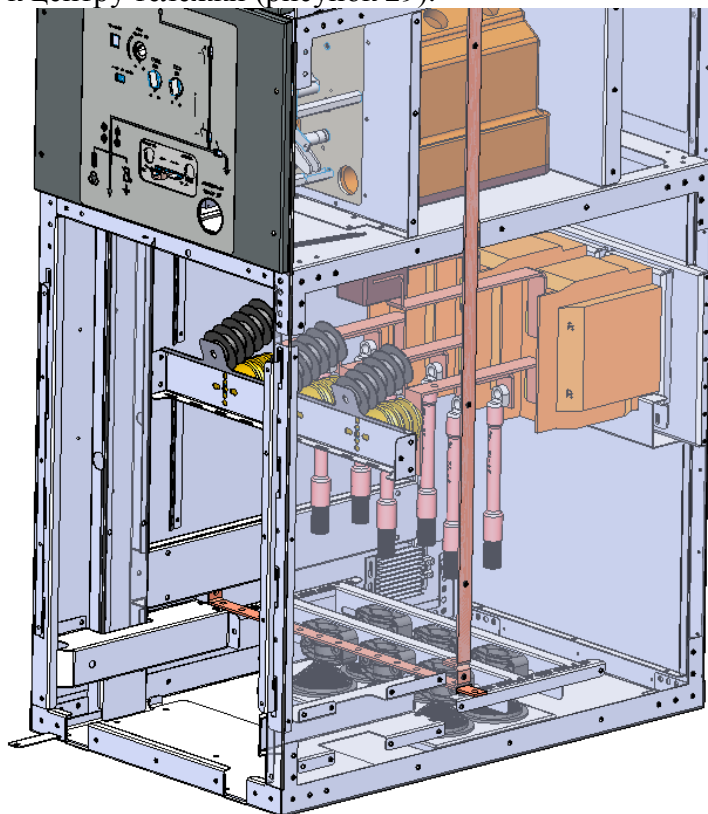

Рисунок 29
6. Выкатить ТН из ячейки, освободив его из фиксированного положения, путем движения ручек к центру тележки (рисунок 29).